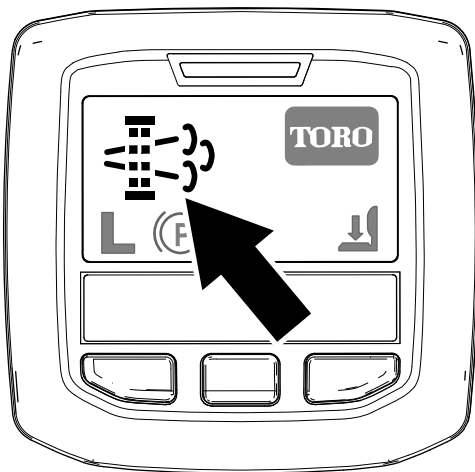

図 35
- ・ インフォセンターに、駐車再生要求アイコンが表示されます 図 35。